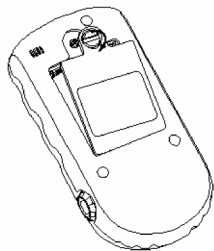

Figura 1
1. Aprire il pannello posteriore con una moneta o con un cacciavite a taglio, come mostrato in figura 1.